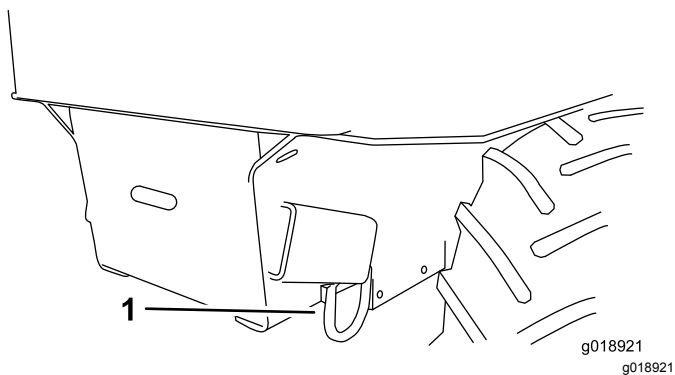

Рисунок 21
8. Прикрепите передние скобы крепления машины к прицепу (Рисунок 21).